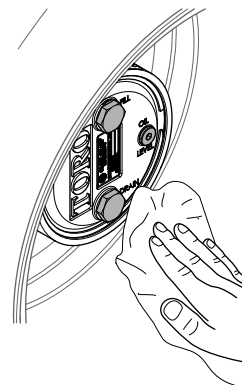

Рисунок 131
3. Начисто протрите корпуса планетарного редуктора и тормоза (Рисунок 131).